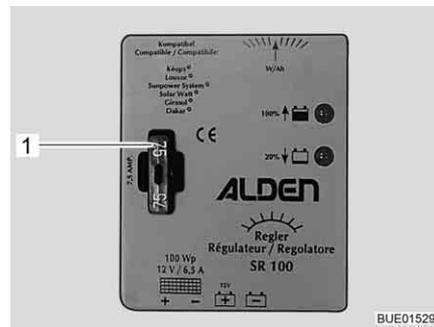

Fig. 151 Fusible del regulador de carga solar 100 W
- Cambiar el fusible plano 5 A/marrón claro (Fig. 151,1).